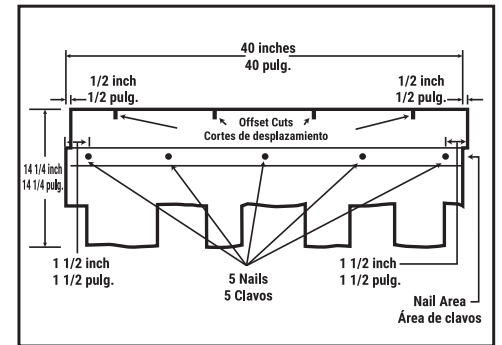

Fig. 4A Mansard or Steep Slope Fastening Pattern
- Todas las tejas instaladas en el perímetro del techo deben sellarse a mano con cuatro toques de 1 pulgada de cemento asfáltico que cumpla con la norma ASTM D4586. Consulte la **Fig. 4A**
See **Fig. 4A**.
REQUIRED: For slopes exceeding 60 degrees or 21 inches per foot, 9 nails are required with 5 in the nail area and 4 placed above tab cutouts. Center asphalt roof cement 2 inches up from bottom edge of shingle tab. See **Fig. 4A**.
Vea la **Fig. 4A**.
REQUISITOS: Para pendientes superiores a 60 grados o 21 pulgadas por pie, se requieren 9 clavos, con 5 en el área de clavos y 4 colocados sobre los recortes de la lengüeta. Centre el cemento asfáltico para techos 2 pulgadas hacia arriba desde el borde inferior de la lengüeta de la teja. Vea la **Fig. 4A**.